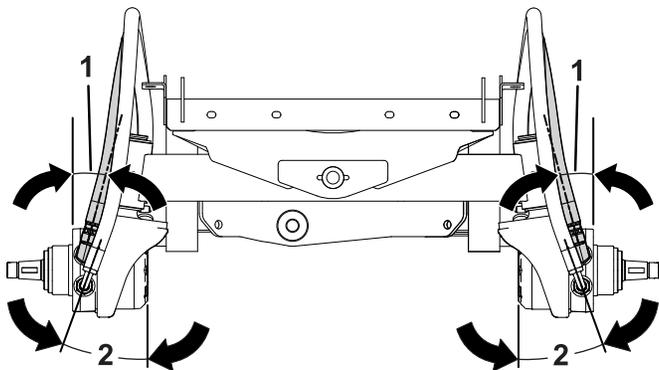

Figura 12
4. Regolate il raccordo a gomito a 90° ad un'angolazione di 15° come illustrato in Figura 12.
8. Regolate il gomito del flessibile a 90° ad un'angolazione di 20° come illustrato in Figura 12.
Nota: Accertatevi che le angolazioni vengano mantenute come illustrato in Figura 12.